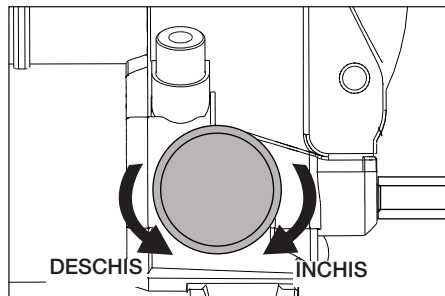

Figura 8, Valva de înaltă presiune (toate cu excepția P-84)
1. Închideți valva de înaltă presiune rotind butonul în sens orar până când se oprește. Vezi figura 8.